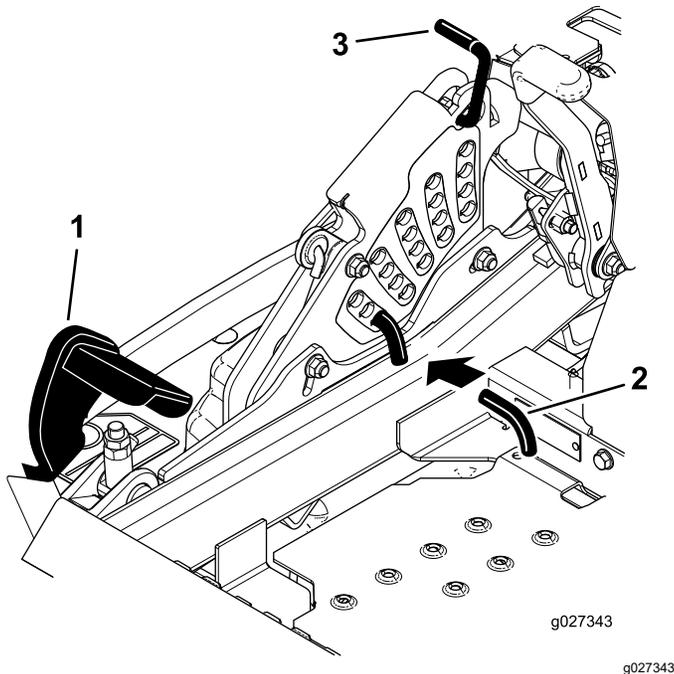

図 98
5. デッキリフトペダルを前方に目一杯押すと、デッキが 14 cm の搬送位置でラッチされます ( )。 **図 98**